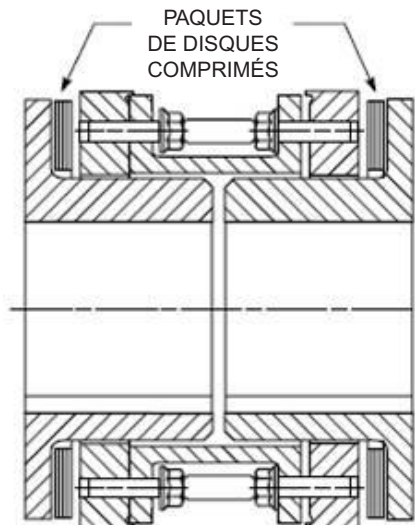

Figure 13 - Compression des paquets de disques
- 10.2. Retirez les vis de blocage et compressez les paquets de disques tel qu'indiqué à la partie 9. Retirez les deux moitiés des parties centrales dès l'assemblage. Voir la figure 2, la figure 3 et la figure 13.